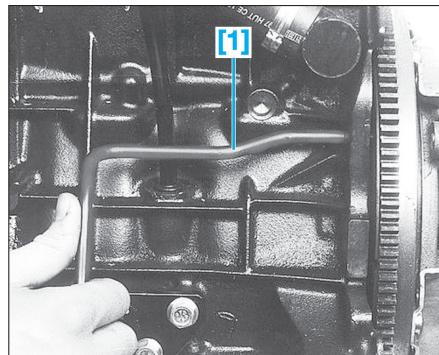

FIG. 14
- [1]. Pige de calage du volant moteur (\varnothing 8 mm) (Ref. PSA 0188D) (Fig.14)
- Tourner le vilebrequin pour amener le cylindre n°1 au point de calage (se repérer à la roue dentée d'arbre à cames et de pompe d'injection) puis piger le volant moteur à l'aide de l'outil [1] (Fig.14).